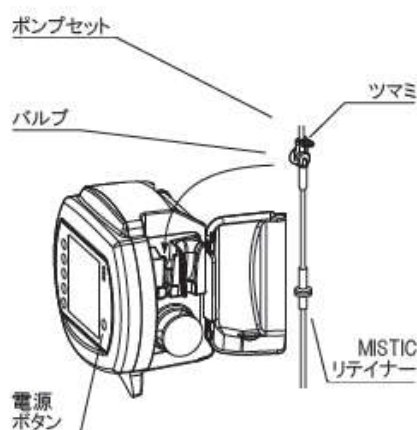

図 5
- (1) ポンプセット取付部の青色の透明カバーを開く。
- (2) AFF バルブのツマミを持ち、左側の溝に差し込む(図 5)。